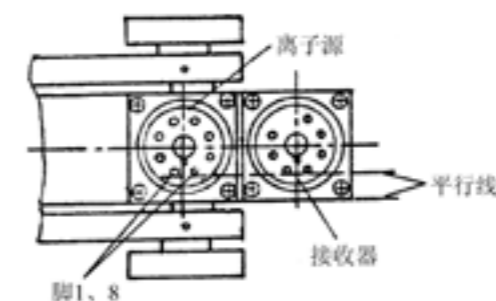

图 4-2 离子源对中方法
4. 把新离子源放入腔体，注意定位键方向，如图 4-2，脚 1 和 8 连线应平行壳体边沿。